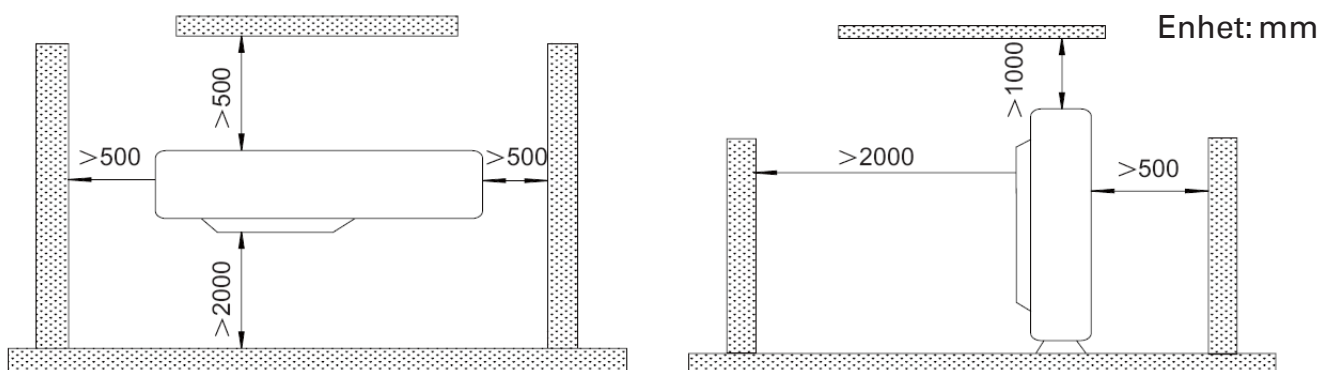

Fig.3
- (1). Installera utomhusenheten på en plats där den kommer att vara skyddad från smuts och regn.
- (2). Installera utomhusdelen där det är lämpligt att ansluta den till inomhusdelen.
- (3). Installera utomhusdelen där kondensvattnet kan dräneras fritt vid uppvärmningsdrift.
- (4). Placera inte djur och växter i vägen för den varma luften.
- (5) Beakta anläggningens vikt och välj en installationsplats där oljud och vibrationer kan hållas till ett minimum.
- (6) Välj en installationsplats som klarar anläggningens vikt och där oljud och vibrationer kan hållas till ett minimum.
- (7). Se till att minst det utrymme som visas i Fig. 3 finns och att anläggningen har minst tre sidor som inte täcker luftflödet.